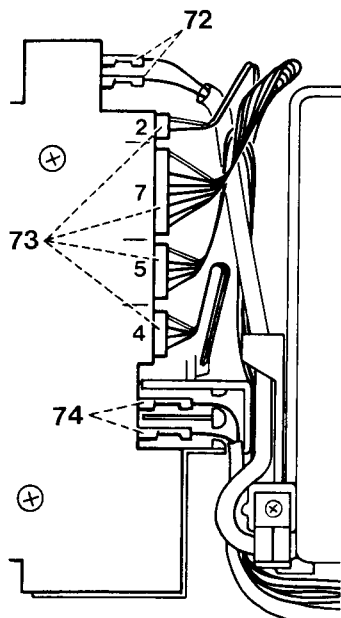

Fig. 29
- Die zwei Kabel 74 des Motors abziehen (siehe Abb. 29)
- Pull off the two motor wires 74 (Fig. 29).
- Retirer les deux câbles 74 du moteur (fig. 29).
- Die Riegel 170 nur 1–2 mm anheben und die vier Kabelstränge mit den Steckergehäusen von der Leiterplatte abziehen (Fig. 29 e und 29f).